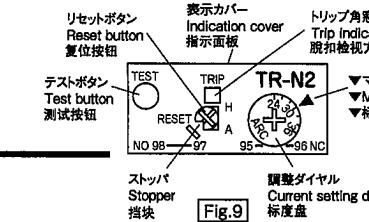
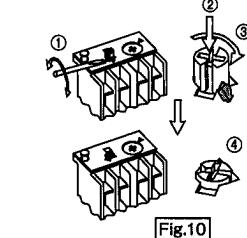

Fig.9
Fig.10
- (1)調整ダイヤルを回して目盛りの範囲内で、モータの全負荷電流を▼マークに合わせてください。(Fig.9) 目盛りの範囲外で使用した場合、性能を満足できません。
- (2)テストボタンを手前に引くとシーケンスチェックができます。また、テストボタンを押すとb接点(95~96)が離れ、放すとb接点が再び閉じます。(Fig.9)
- (3)サーマルリレーが動作した時は、トリップ角窓に黄色の表示が出ます。また、リセットすると表示が角窓から離れます。(自動リセットの状態では、動作しても角窓に黄色の表示が出ません。)(Fig.9)
- (4)サーマルリレーが動作したときは、過負荷などの異常原因を除去してからリセットボタンを軽く押すとリセットします。(この場合、サーマルリレーが十分冷えていないとリセットできません。)
- (5)手動リセットから自動リセットに切換える時は、①細いマイナスドライバーなどを表示カバーの溝に入れ、ストップを削除してください。②リセット棒を押しながら、③時計方向に止まるまで回して、④のように保持されることを確認してください。(Fig.10)
- (6)自動リセット状態で二線式の回路の場合、サーマルリレーが自動リセットするとモータが自動的に再起動しますのでご注意ください。
- (1) Turn the current setting dial within the scale so that the full load current of the motor is at the ▼ mark (Fig.9). Do not use beyond the scale, or the expected performance cannot be obtained.
- (2) By pulling the test button, checking of control circuit wiring can be done. If it is depressed the NC contact (95~96) is opened. If it is released, the NC contact is closed again. (Fig.9)
- (3) When the thermal overload relay operates, the trip indicator displays a yellow sign. If the thermal overload relay is reset, indication disappears from the indicator. (Even if the thermal overload relay operates, the yellow sign does not show in the trip indicator at automatic reset mode.) (Fig.9)
- (4) If the thermal overload relay operates, first remove the cause of failure such as overload, and then lightly press the reset button to reset it. (In this case, the thermal overload relay cannot reset, if it is not cooled sufficiently.)
- (5) To change over from manual reset mode to automatic reset mode, keep the reset button pushed by the procedure shown in Fig.10.
- (6) Note that the motor restarts automatically if the thermal overload relay in a two-wire control circuit is reset at automatic reset mode.